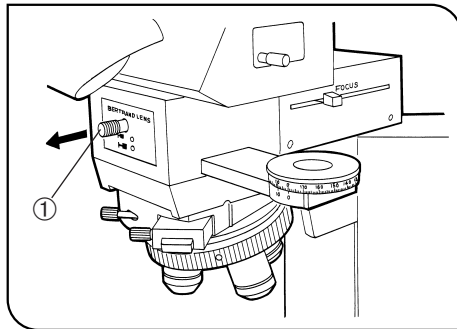

Abb. 25
2. Den Bertrandlinsen-Knopf ① herausziehen (○). (Abb. 25)
5. Für konoskopische Mikroskopie den Bertrandlinsen-Knopf ① einschieben (●).